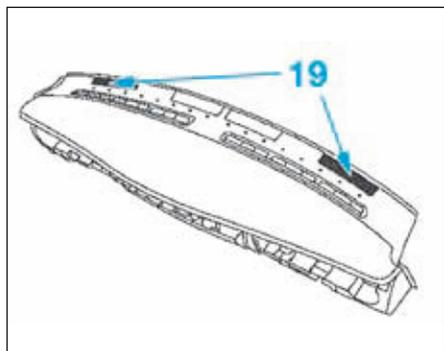

FIG.20
- Déposer les deux caches (19) (Fig.20) de la planche de bord.